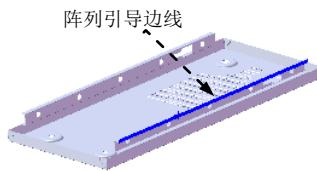

图 17.9.63 选取阵列引导边线
(1) 选择命令。选择下拉菜单**插入(I)** → **阵列/镜向(E)** → **线性阵列(L)...**命令，系统弹出“线性阵列”对话框。
(2) 定义阵列源特征。单击**要阵列的特征(E)**区域中的文本框，选取切除一拉伸 3 作为阵列的源特征。
(3) 定义阵列参数。单击**方向 1**区域中 \rightarrow 后文本框，选取图 17.9.63 所示的阵列引导边线。在 Δ 文本框中输入数值 80.0，在 $\#$ 文本框中输入数值 4。